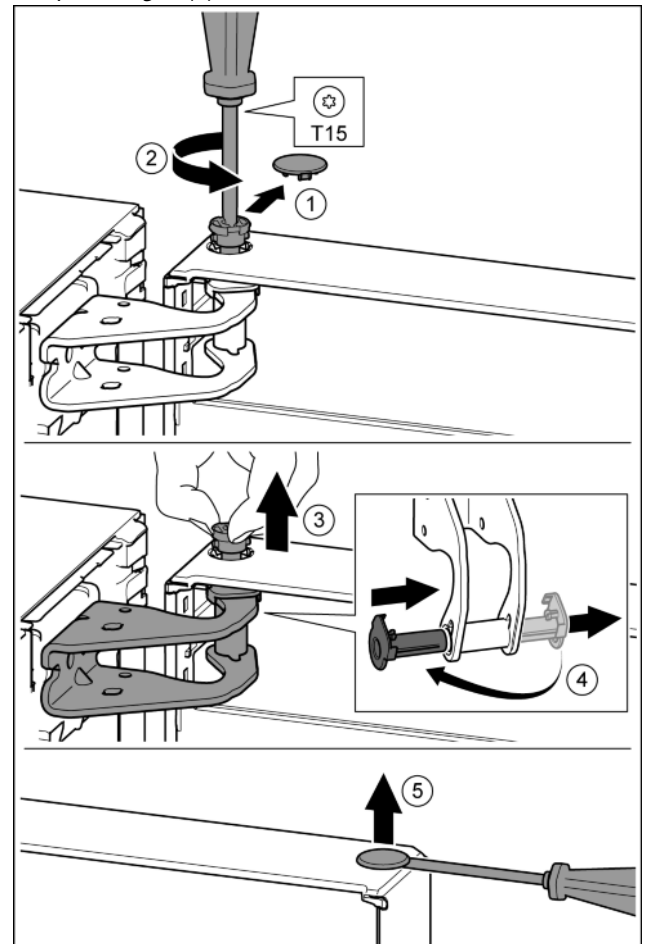

Fig. 8
- ▶ Свалете внимателно предпазния капак. *Fig. 8 (1)*
- ▶ С отвертка T15 отвийте малко болта. *Fig. 8 (2)*
- ▶ Дръжте здраво вратата и с пръсти извадете болта. *Fig. 8 (3)*
- ▶ Извадете лагерната втулка от водача. Поставете от другата страна и фиксирайте. *Fig. 8 (4)*
- ▶ С плоска отвертка внимателно повдигнете тапата от лагерната втулка на вратата и я извадете. *Fig. 8 (5)*